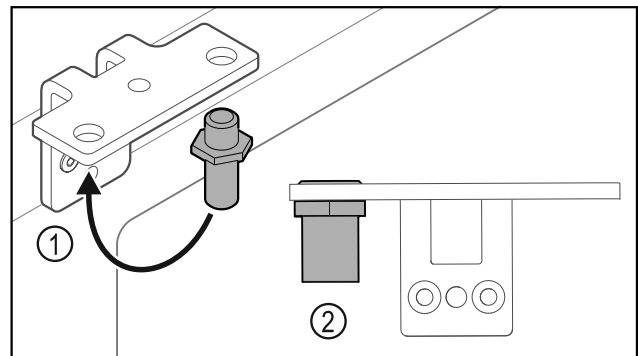

Fig. 34
- ▶ Helyezze át a csuklópántban a csapszeget Fig. 34 (1).
- ▶ Húzza meg a csapszeget Fig. 34 (2) **12 Nm-es forgatónyomatékkal**.